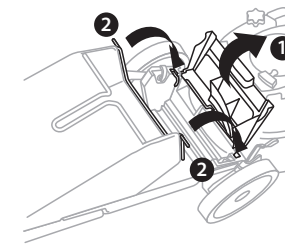

Fig. 9
1. Levante la cubierta de descarga trasera (1, Fig. 9).
2. Adjunte el recolector de césped al insertar sus ganchos del marco en las ranuras en la parte de atrás de la cortadora de césped (2, Fig.9)